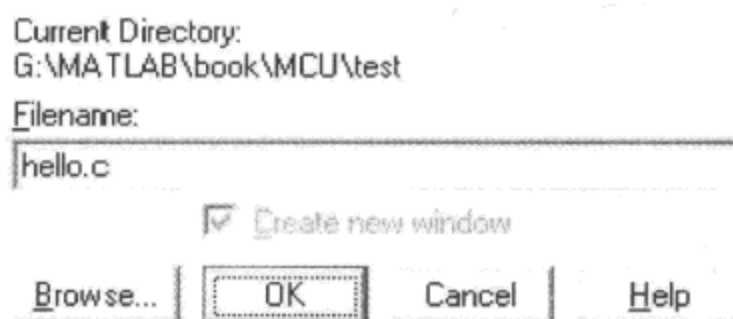

图 5.3.10 添加源代码文件
(4) 单击图标 , 为当前工程新增一个源代码文件, 例如 hello.c, 如图 5.3.10 所示。